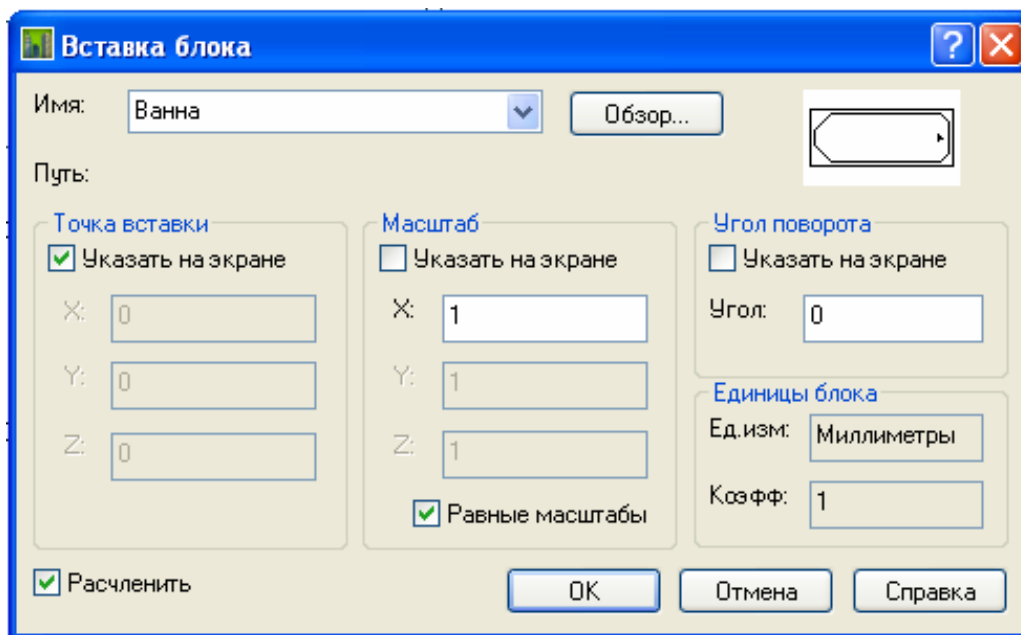

Рис. 28. Вид диалогового окна «Вставка блока»
11.9. Командой «Вставить Блок»  вызываем диалоговое окно «Вставка блока» (рис. 28), в области «Имя:» указываем имя вставляемого, ранее созданного блока, при необходимости изменяем масштаб и угол поворота, далее нажимаем кнопку «ОК»; на запрос «Точка вставки блока:» мышью указываем точку вставки внутри ванной комнаты.